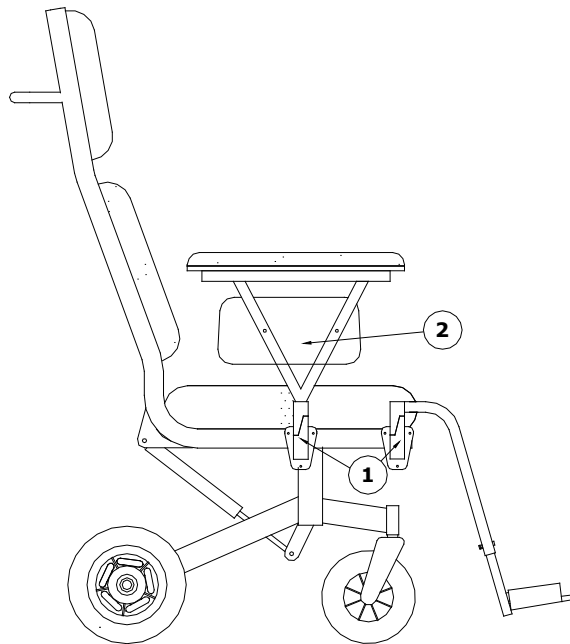

Abbildung 1
Die gepolsterten Armlehnen mit den gepolsterten Seitenteilen bieten dem Patienten Halt und dienen als Stütze beim Hinsetzen und Aufstehen. Zwecks seitlichem Einsitzen oder Transfer aus dem Bett können die Seitenteile mit den Armlehnen abgenommen werden (Abbildung 1). Dazu sind diese zunächst durch Eindrücken des Federstiftes (1) zu entriegeln und dann nach oben aus der Halterung zu ziehen (2). Vor einem seitlichen Transfer sind die Bremsen zu arretieren.